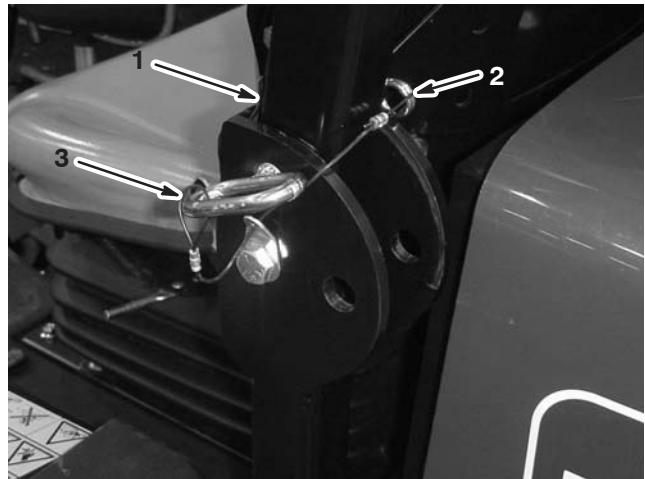

Bild 30
1. Nehmen Sie zum Absenken des Überrollbügels die Splints ab und entfernen Sie die beiden Stifte (Bild 30).
3. Setzen Sie die zwei Stifte ein und befestigen Sie diese mit den zwei Splints (Bild 30).
4. Nehmen Sie zum Aufrichten des Überrollbügels die Splints ab und entfernen Sie die beiden Stifte (Bild 30).
5. Richten Sie den Überrollbügel ganz auf und setzen Sie die beiden Stifte ein. Befestigen Sie die Stifte mit den Splints (Bild 30).